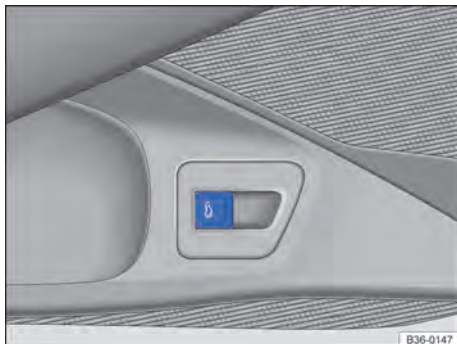

Fig. 47 Na porta do condutor: botão de destravamento da tampa do compartimento de bagagem.
- **OU:** na porta do condutor, puxar o botão  para cima → Fig. 47. O botão também funciona com a ignição desligada.
- OU:** na porta do condutor, puxar o botão  → Fig. 47 para cima. O botão também funciona com a ignição desligada.
Na porta do condutor, puxar o botão  → Fig. 47 para cima, até que a tampa do compartimento de bagagem esteja completamente fechada.
Na porta do condutor, puxar o botão  → Fig. 47 para cima.